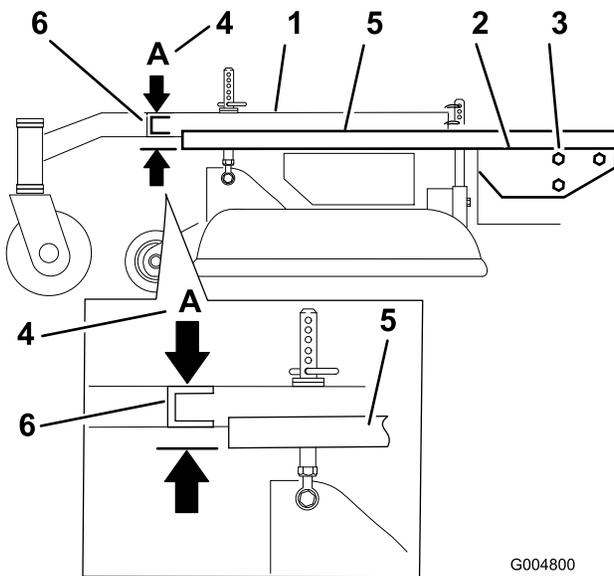

Figura 54
3. Coloque una regla larga en la parte superior de la carcasa del motor según se ilustra en la Figura 54.
4. En la ranura transversal del bastidor de tiro, mida la altura en la posición **A** (Figura 54).
6. Afloje los pernos de montaje del bastidor de tiro en los dos lados de la máquina (Figura 54).
7. Alinee el bastidor de tiro y la carcasa del motor para que tengan una altura de 33 mm, con una tolerancia de más/menos 6 mm en la posición **A** (Figura 54).